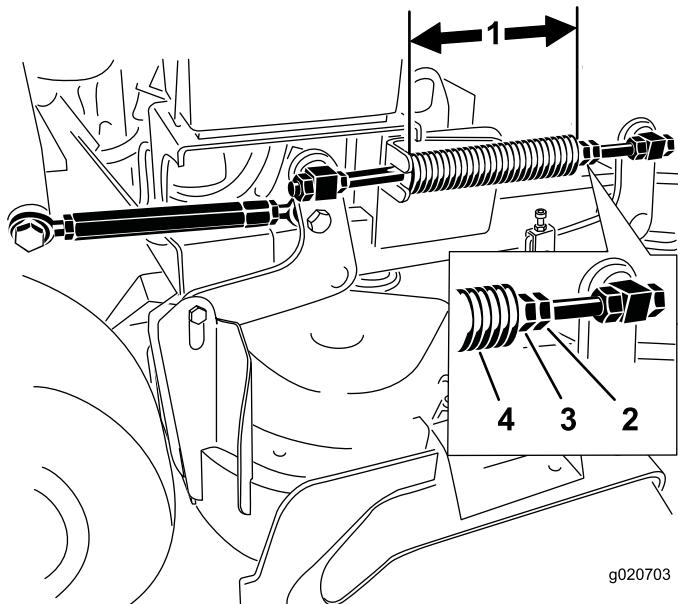

Figura 87
Nota: La longitud nominal es de 28.2 (11-1/8 pulgadas) para carcásas de corte de 91 cm (36 pulgadas) y de 25.7 cm (10-1/8 pulgadas) para carcásas de corte de 102 cm (40 pulgadas) (Figura 87).
3. Ajuste esta distancia aflojando la contratuerca elástica y girando la tuerca que está delante de cada muelle (Figura 87).
4. Fije la tuerca en la posición deseada apretando la contratuerca elástica (Figura 87).